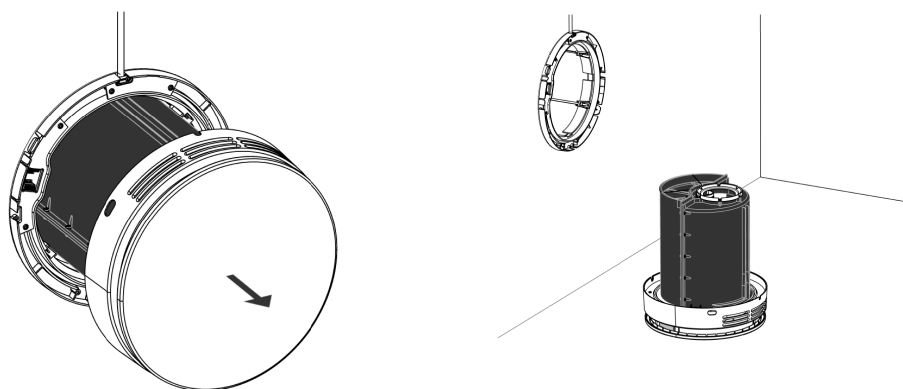

Figure 23 - Retirez la centrale et posez-la sur le couvercle intérieur.
4. Ôtez délicatement la centrale du mur et posez-la sur une surface plane, par exemple une table ou le sol, avec le couvercle intérieur vers le bas (voir Figure 23 ci-dessous). Il importe de poser la centrale sur une surface plane pour éviter qu'elle ne tombe.